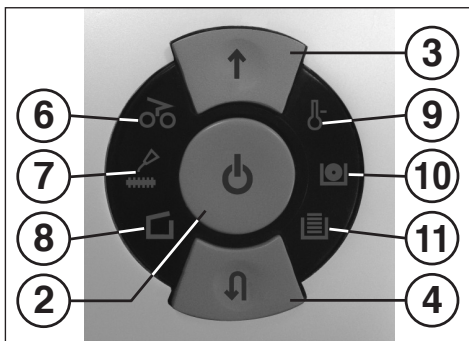

Рис. 1
- 3 = Кнопка "вперед" (рис. 1)
- 4 = Кнопка "назад" (рис. 1)
- 6 = Контрольный указатель (рис. 1) "Затор материала в приборе" / "Параллельный ввод материала" / "Световой затвор закрыт при открытой двери или при включении"
7 = Контрольный указатель (рис. 1)